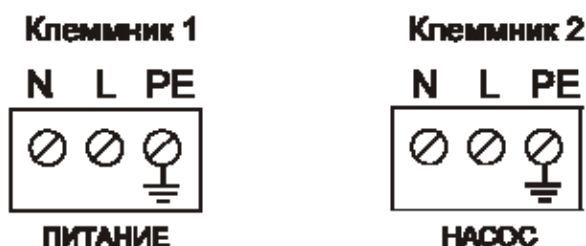

Рис.2.
- осуществить электрические соединения блока управления к питающей сети и насосу в соответствии с Рис. 2.